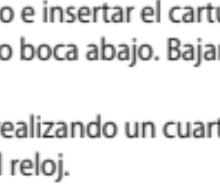

Fig. 3
- e) Para cada aplicación, coloque una nueva cánula de mezcla en el cartucho/jeringa. Empuje la punta completamente hacia abajo hasta que la muesca de la cánula de mezcla esté alineada con la muesca de la carcasa del cartucho/jeringa. Asegúrese que la cánula de mezcla está en posición sujetando la base coloreada, y no la cánula de mezcla, y girándola 1/4 de vuelta en el sentido de las agujas de reloj (Fig 3). Como Multicore Flow fraguará en la cánula de mezcla utilizada, esta puede servir de tapón para el contenido del cartucho/jeringa hasta volver a utilizarlo (reemplazar por una nueva cánula justo antes de utilizarlo de nuevo).